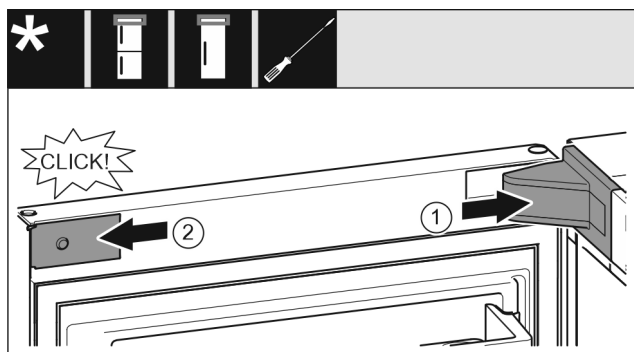

Fig. 22
- Helyezze fel és pattintsa be a csapágybak fedelét Fig. 22 (1), szükség esetén óvatosan nyomja szét.
- Helyezze fel oldalra a takarólemezt Fig. 22 (2), és pattintsa be.